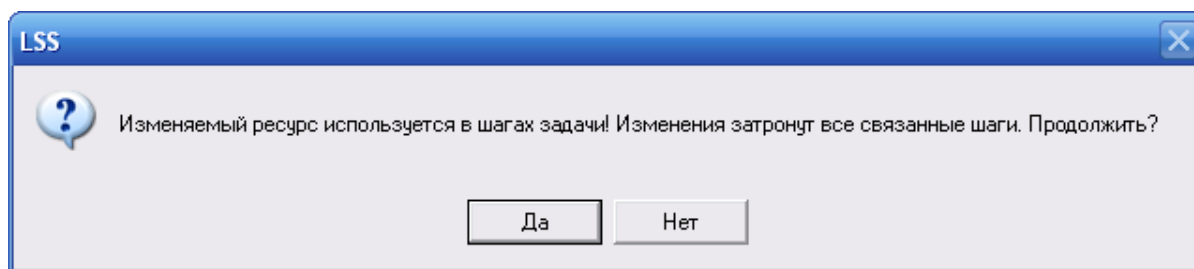

Рис. 2-47
4. Если данный ресурс используется в шаге задачи, появится сообщение, представленное на рис. 2-47. При нажатии на кнопку **Да** изменения сохраняются и вносятся во все шаги, в которых используется данный ресурс. При нажатии на кнопку **Нет** изменения не сохраняются.